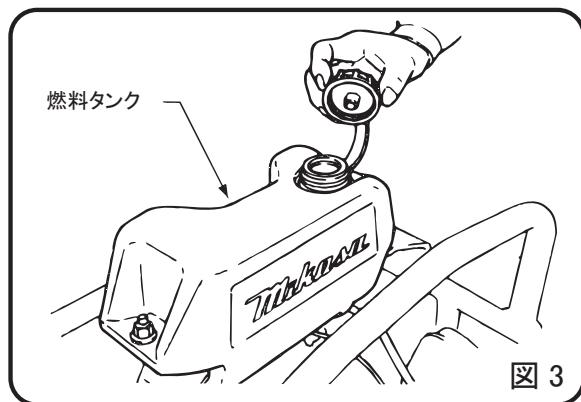

図 3
- 5 燃料タンクへレギュラーガソリン（無鉛）を入れると同時にエンジンオイルも点検し早めに補充して下さい。潤滑油量が少ないと、運転中の消耗により、エンジン焼き付きを起こします。（図3）